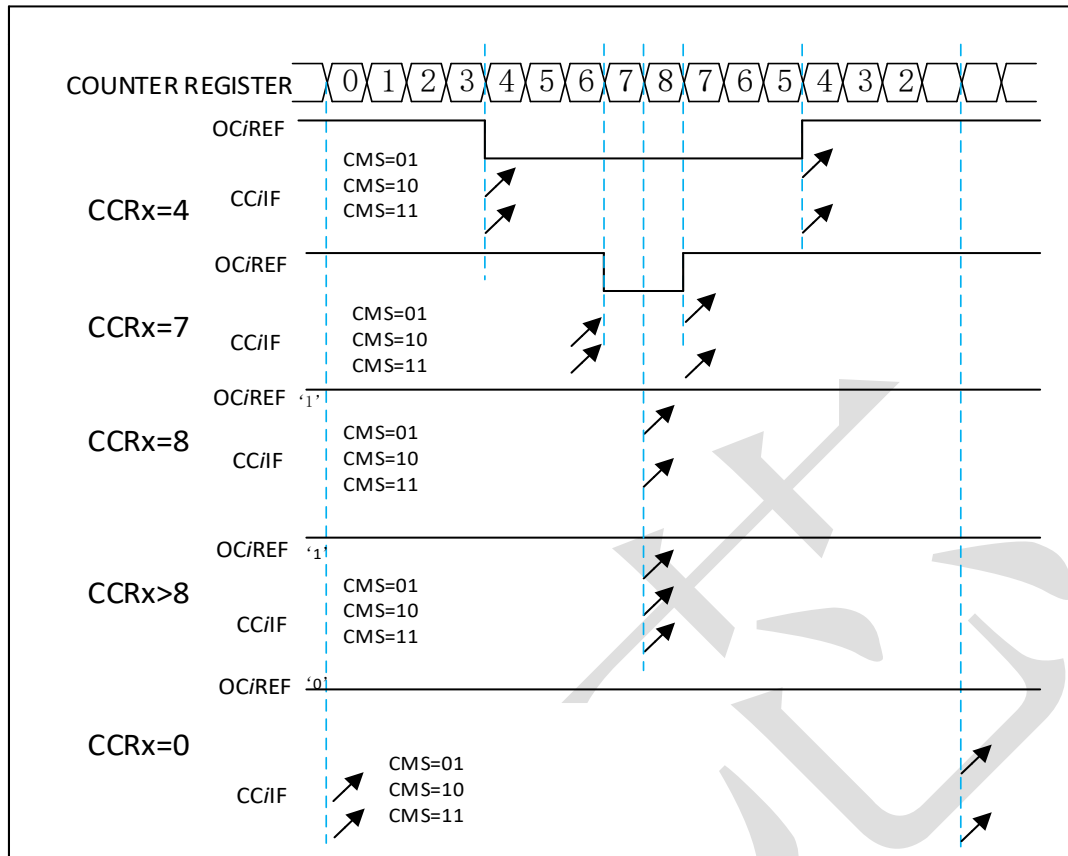

图 16-20 中央对齐模式 PWM (ARR=8)
- 标志位在以下三种情况下被置位（以箭头形式在图 16-20 中标出）